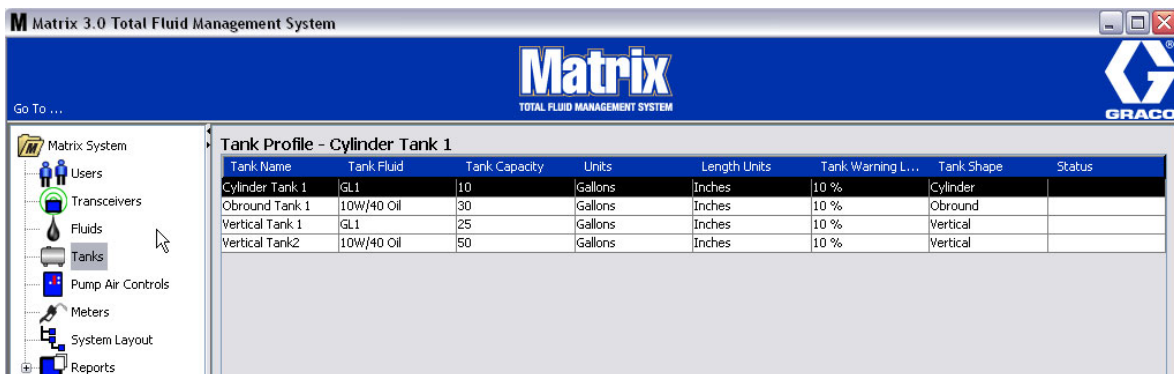

FIG. 75
1. Quando sono state fornite tutte le informazioni necessarie per il profilo del serbatoio, fare clic su OK per chiudere la schermata e salvare le modifiche. Il serbatoio è aggiunto all'elenco come illustrato nella FIG. 75.
2. Per modificare il profilo di un serbatoio (FIG. 75) evidenziare la voce elencata sulle schermate principali Tanks (Serbatoi) come illustrato nella FIG. 75.